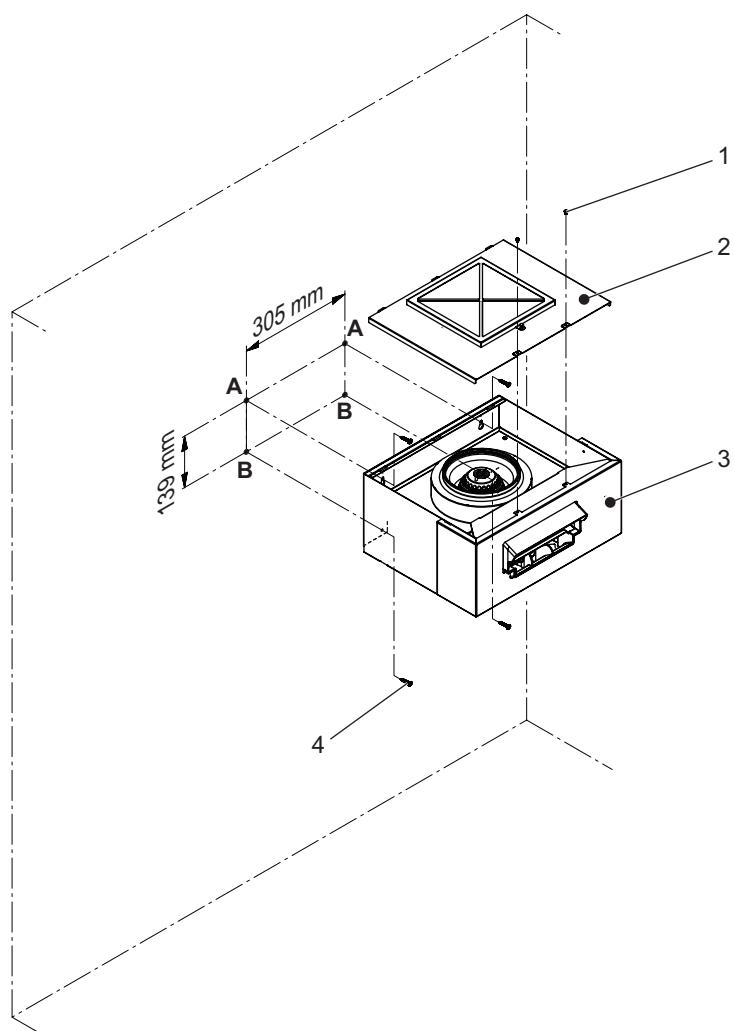

Figure 10 : Unité de ventilation murale
- a. Choisissez un endroit de montage approprié à la paroi ou à la surface de montage qui peut porter le poids total de l'unité de ventilation. Marquer les points d'attache "A" et "B" aux endroits souhaités à l'aide d'un niveau, consulter la *Figure 10*.